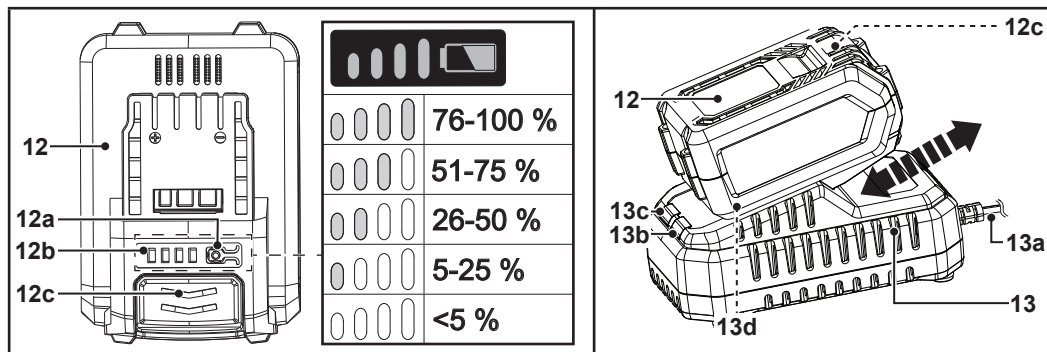

Fig. 3
1. Prima o botão da capacidade da bateria (12a) (Fig. 3).
2. Os LED do indicador de capacidade da bateria (12b) mantêm-se acesos durante cerca de 10 segundos (Fig. 3).
1. Ligue a ficha de alimentação (13a) do carregador (13) a uma fonte de alimentação adequada.
2. Alinhe a bateria (12) com a porta de ligação da bateria (13d) e faça-a deslizar até bloquear no devido lugar (Fig. 3).
4. **Quando o carregamento estiver concluído:** Segure o carregador (13) na posição correta com uma mão. Pressione o botão de libertação (12c) e puxe a bateria (12) para fora (Fig. 3).